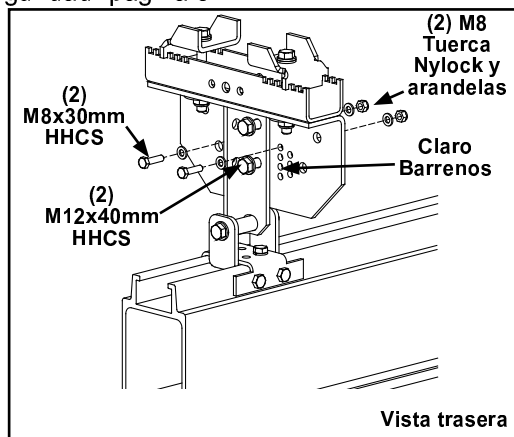

Figura 3-16
- Paso 2. Remueva dos (2) M8 x 30 mm HHCS y afloje dos (2) M12 x 40 mm HHCS en placa de Viga-I. Vea Figura 3-16